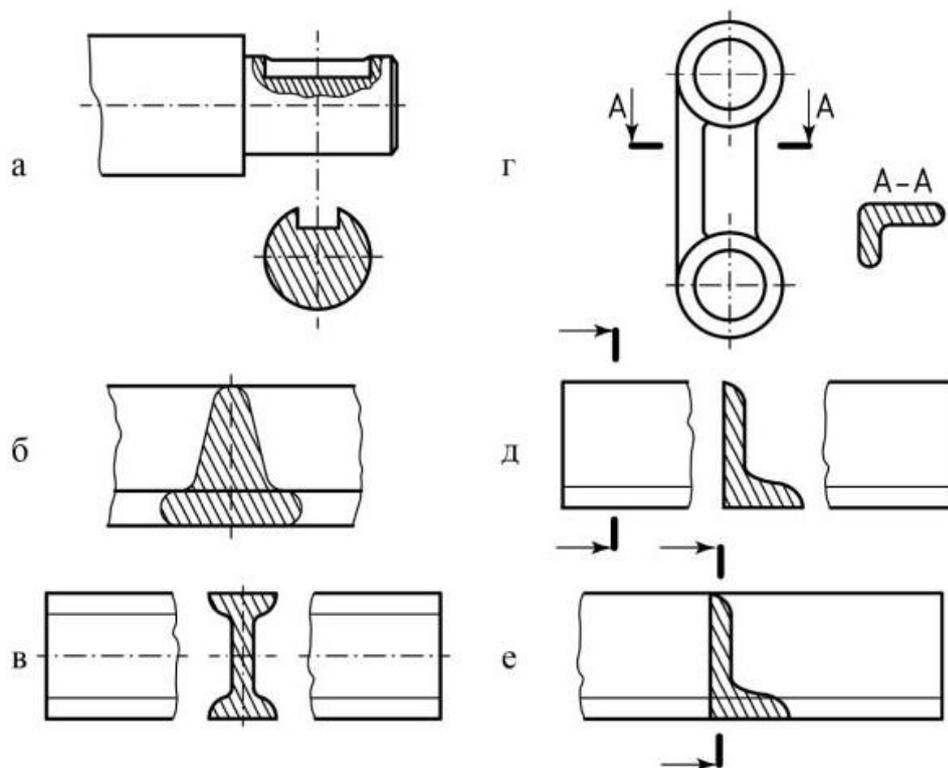

Рис. 32 - Классификация сечений и их обозначение.
- наложенными на изображение предмета. В этом случае контур сечения - сплошная тонкая линия. Если сечение – симметричная фигура, то оно не обозначается (рис. 32,б). Если сечение не симметрично, то оно обозначается только стрелками без букв (рис. 32,е);
- сечения, выполненные в разрыве изображения: симметричные не обозначаются (рис. 32,в), несимметричные - показывается направление взгляда (рис. 32,д)
- сечения, связанные с изображением предмета осевой (штрихпунктирной тонкой) линией, которая является следом секущей плоскости (рис. 32,а). Такое сечение не обозначается, так как применяется только тогда, когда сечение симметрично.
- сечение, выполненное в удобном месте чертежа. Такое сечение обозначается по типу разреза (рис. 32,г).